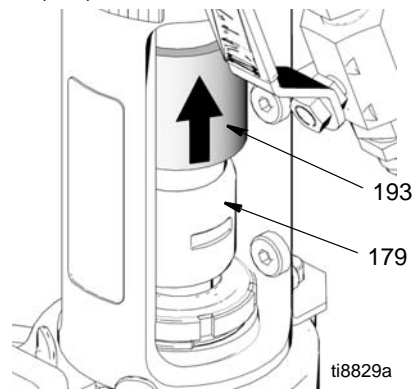

FIG. 14
4. (Fig. 14) Rimuovere il raccordo del flessibile della vernice (190) e il flessibile della vernice (63) dal raccordo della pompa.